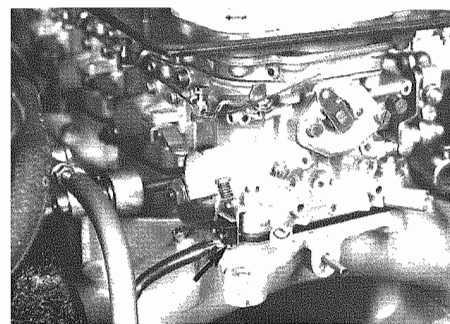

Fig. 3 - Microswitch di comando
- Controllare il funzionamento del correttore a depressione e del microswitch di comando (**Fig. 3**): l'interruttore deve entrare in funzione appena si alza l'astina comando carburatori.
- Check that the depression adjuster and the control microswitch are operating correctly (**Fig. 3**). Switch should start operating when carburetor control rod starts lifting.
- Allentare i dadi ed estrarre la staffa di fissaggio (**Fig. 3**); estrarre lo spinterogeno.
- Slacken the nuts and pull the fixing bracket (**Fig. 3**); remove ignition distributor.